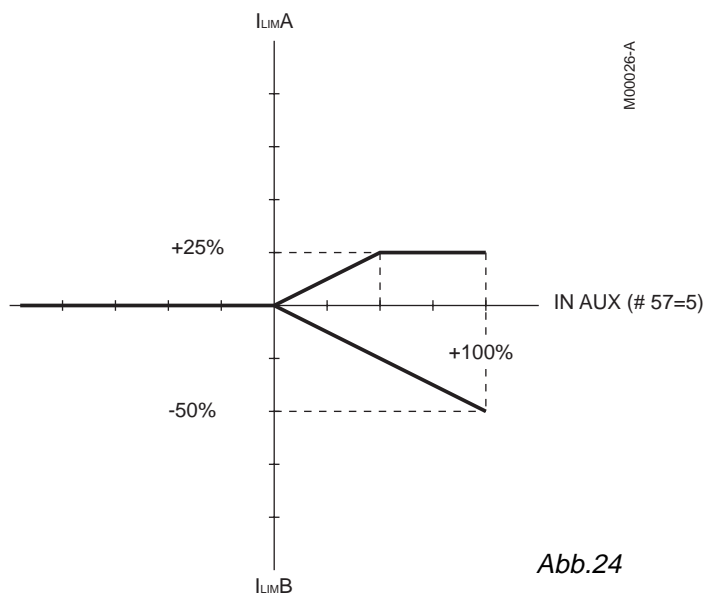

Abb.24
**HINWEIS FÜR EXTERNE BEGRENZUNG:** Bei 100% des Signals (entsprechend der mit #16 festgelegten Verstärkung) und mit #32(33) = 100%, ist der Grenzstrom der mit #49 eingegebene Wert. Wenn hingegen #32(33) (oder andere Parameter für interne Begrenzung) <100% ist, ist der Grenzstrom proportional kleiner (siehe Abb. 24, in der #49=50%, #32=50%, #33=100% sowie eine positive Polung (Parameter #77) angenommen wurden).